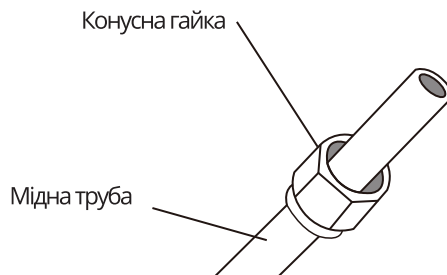

Рис. 5.3
3. Встановіть конусні гайки на обох кінцях труби. Переконайтеся, що вони стикаються в правильному напрямку, тому що ви не зможете потім їх встановити або змінити напрямок після розвальцьовування. Див. Рис. 5.3.